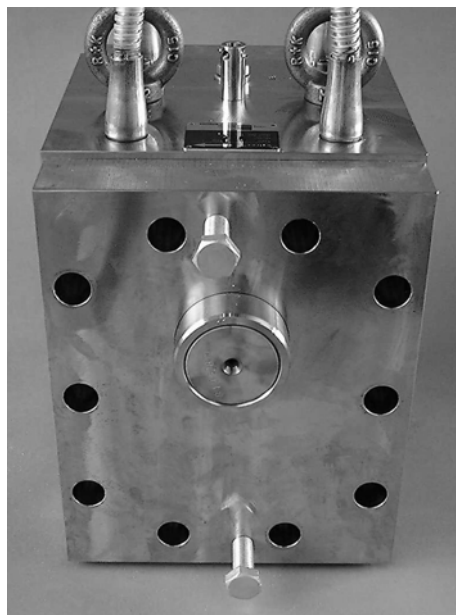

Рисунок 8.6 Отжимные винты
- Используйте два винта, чтобы при необходимости отжать крышку (рисунок 8.6).